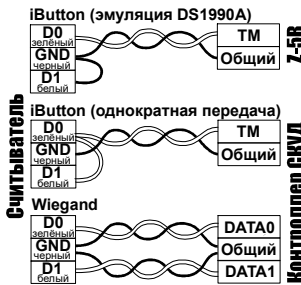

Рис.3 Выбор протокола передачи
- подсоедините провода к считывателю в соответствии с рис.2 и рис.3. При подключении питания загорается красный светодиод;
При внесении в поле действия считывателя брелока происходит чтение идентификационного номера брелока. Далее считанный и дешифрованный номер передается в контроллер по протоколу iButton (Dallas Touch Memory) или Wiegand-26 (заводские настройки) в зависимости от выбора протокола передачи (см. рис.3). Замыкание жёлтого провода на землю (GND) позволяет управлять красным светодиодом считывателя.